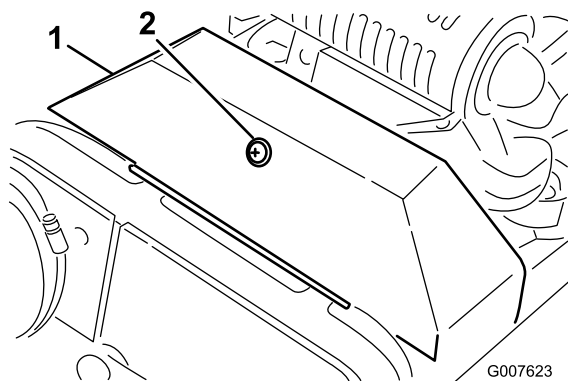

Figura 33
2. Afloje el retenedor que sujeta la cubierta de las correas en V y abra la cubierta (Figura 33).